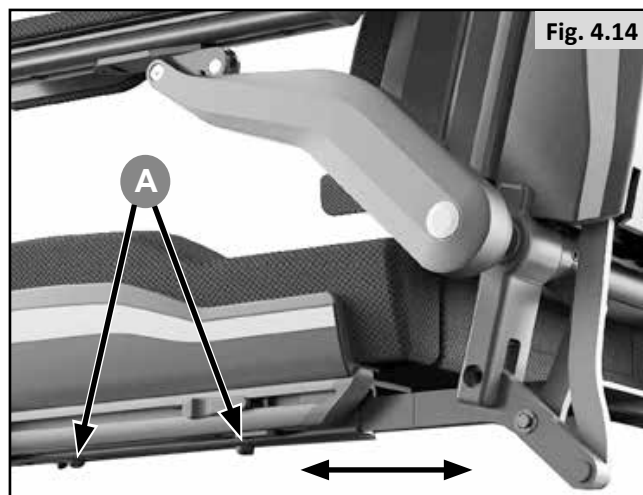

Fig. 4.14
4.5 Réglage de la profondeur d'assise (Fig. 4.14)
4.5.1 Sedeo Ergo (Standard), (Fig. 4.14)
- Desserrez les 2 vis (A) situées sous le rail de la plaque d'assise, mais ne retirez pas les vis car elles maintiennent en place d'autres pièces.
4.5.2 Sedeo Ergo (UP)
- Desserrez les 2 vis des deux côtés (A) situées sous la plaque d'assise extérieure, et retirez-les (Fig. 4.14).